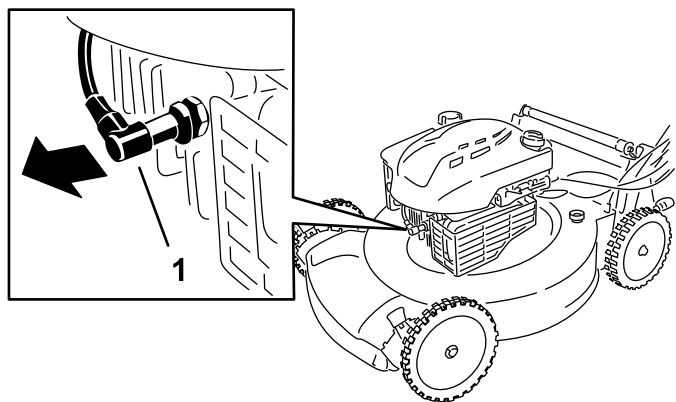

Figure 23
2. Débranchez le fil de la bougie (Figure 23).